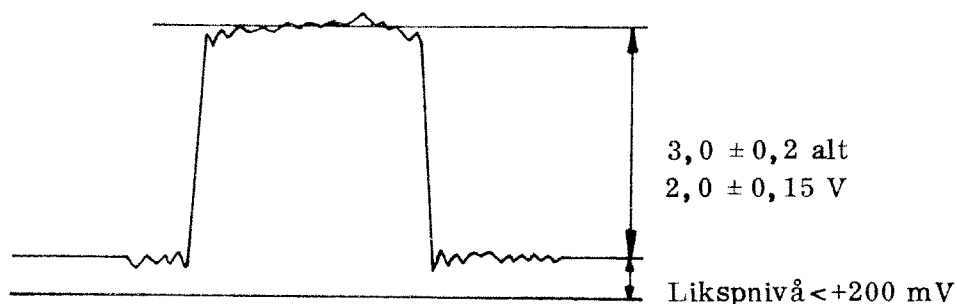

Bild 65. Videopuls OK-stativ, kurvform.
- 3.8.2.9 Kontrollera att videopulsens amplitud är $3,0 \pm 0,2$ V alternativt $2,0 \pm 0,15$ V, samt avläs och notera likspänningsnivån. Justera vid behov videoamplituden till 3,0 V alternativt 2,0 V med dämpsatsen 09L. Pulsformen framgår av bild 65, avsnitt 3.7.2.9.